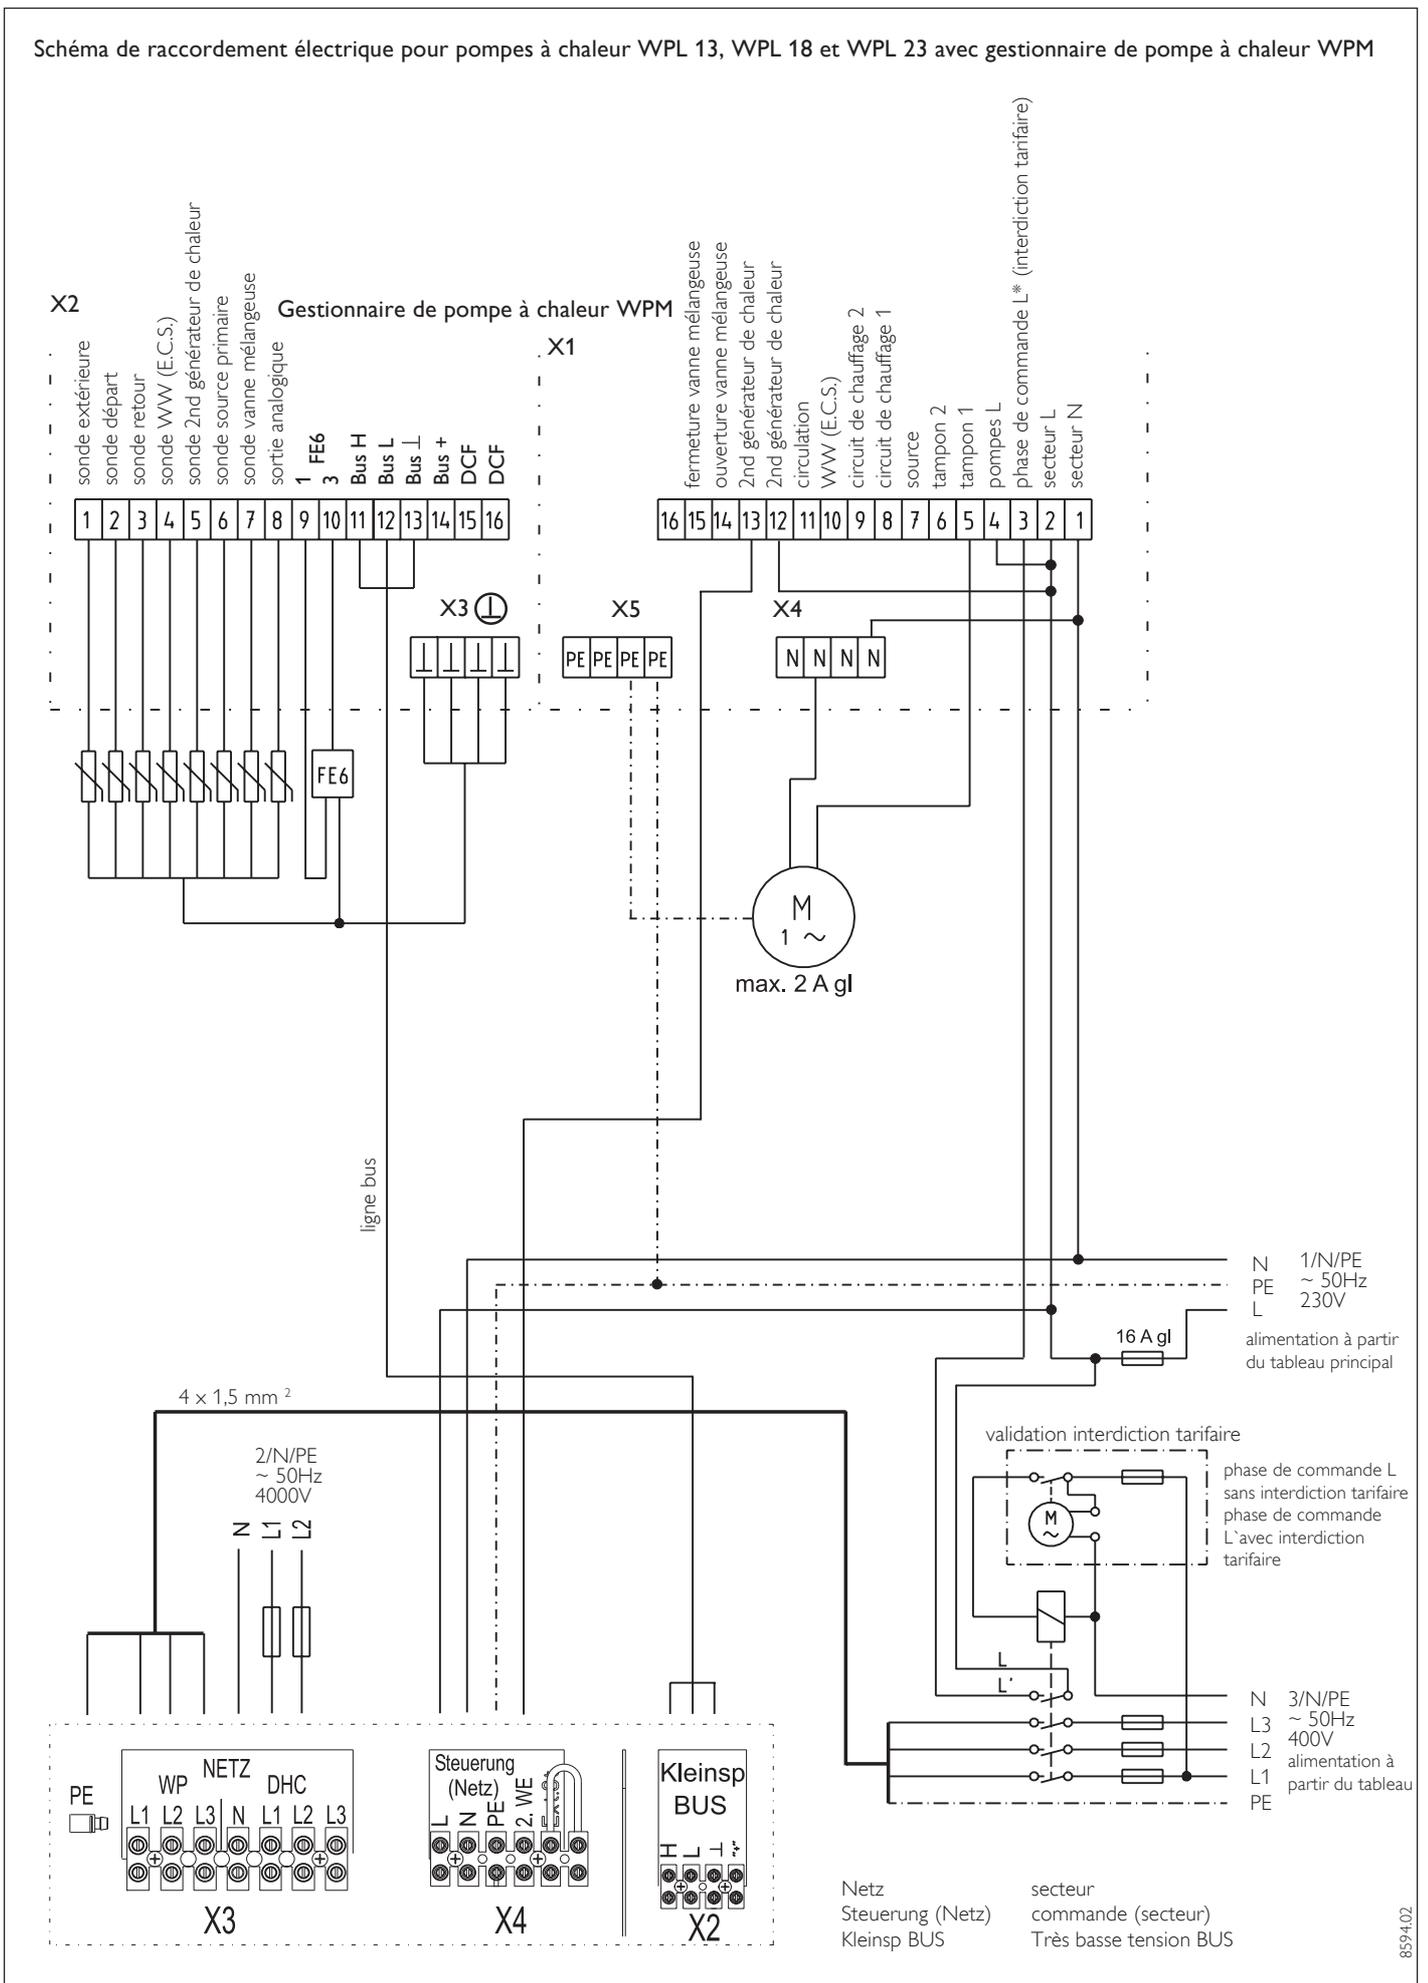

Fig. 15
4.5 La pompe de circulation côté chauffage doit être raccordée conformément au plan de raccordement électrique (fig. 15) et aux documents de planification.